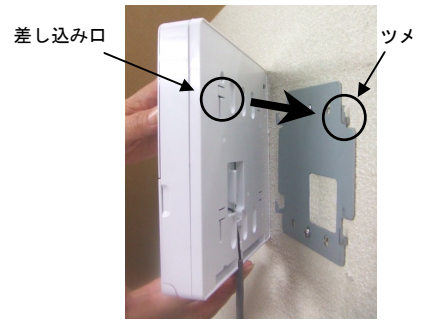
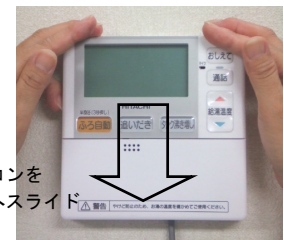
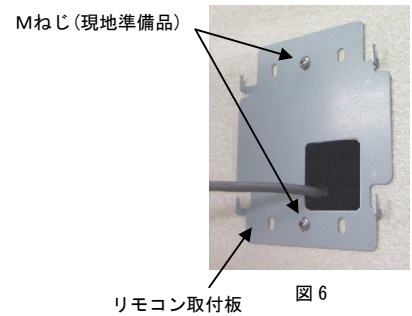

図3
図4
図6
- ③リモコンケース裏面の差し込み口に、リモコン取付板のツメを引っ掛け(図3)、少し強くカチッと音がするまでリモコンを下方にスライドさせ、リモコン取付板を固定してください。(図4)
- ③リモコン取付板をスイッチボックスの取付ねじ穴に合わせ、Mねじ(現地準備品)で固定してください。(リモコン取付板はツメが上向きになるように取り付けてください。)(図6)
- ④リモコンコードを端子台に接続してください。
- ⑤リモコンケース裏面の差し込み口に、リモコン取付板のツメを引っ掛け(図3)、リモコンを下方にスライドさせ、リモコン取付板を固定してください。(図4)